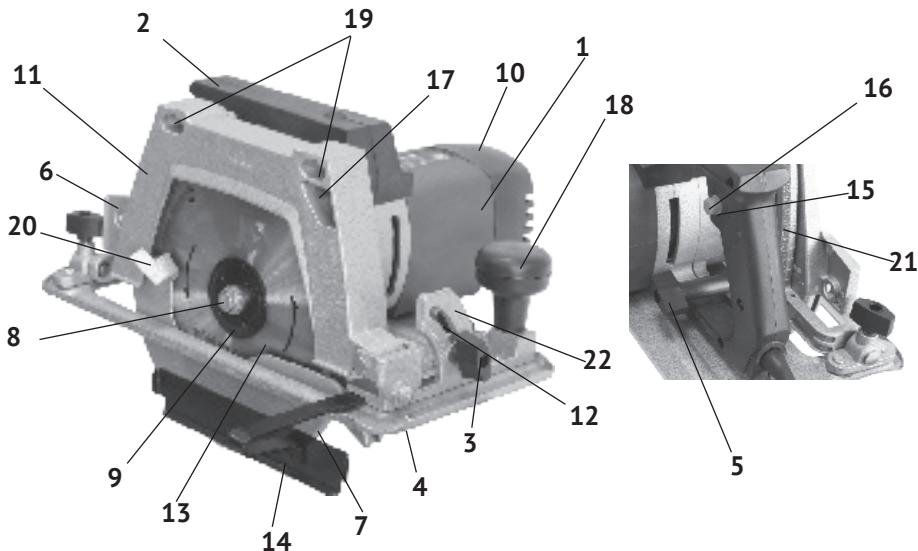

рис. 1
1.6 Общий вид пилы представлен на рис.1
1.7 Пила состоит из коллекторного двигателя в пластиковом корпусе (рис.1 поз.1) и металлического редуктора. Верхний неподвижный кожух (рис.1 поз.11) является одновременно крышкой корпуса редуктора. Крутящий момент с якоря электродвигателя, через шестерню, передаётся на шпиндель, соосный с электродвигателем. На шпиндель пилы, между опорным и зажимным (рис.1 поз.9) фланцами крепится пильный диск (рис.1 поз.13). Это основной рабочий инструмент пилы. Пила имеет функции: изменение глубины реза и поворот режущего блока (вправо) для наклонного пиления (до 45⁰).
1.8 Клавиша выключателя (рис.1 поз.15) расположена на внутренней части рукоятки (рис.1 поз.2). Включение пилы осуществляется нажатием на клавишу выключателя указательным пальцем. Слева на рукоятке находится кнопка фиксации (рис.1 поз.16) клавиши выключателя в рабочем положении.
- нажав клавишу, зафиксировать её нажатием кнопки фиксации (рис.1 поз.16) в рабочем положении; повторное нажатие на клавишу отключает пилу при этом кнопка фиксации (со щелчком) возвращается в исходное положение.
На верхнем защитном кожухе (рис.1 поз.11) стрелкой указано направление вращения диска.
- надёжность крепления деталей корпуса двигателя, рукояток, направляющей плиты (рис.1 поз.4) и отсутствие их повреждений, затяжку всех резьбовых соединений, исправность редуктора (вращение шпинделя от руки без заеданий);
- работу подвижного защитного кожуха (рис.1 поз.7);
2.2.1 Закрепить на шпиндель пильный диск (рис.1 поз.13), соответствующий обрабатываемому материалу. Для установки (замены) диска необходимо:
- открутить ключом (входит в комплект поставки) болт крепления диска (рис.1 поз.8), снять зажимной фланец (рис.1 поз.9);
- переместить вверх за рычаг (рис.1 поз.20) нижний подвижный кожух (рис.1 поз.7), снять пильный диск (при замене);
- закрепить в отверстие для выброса опилок (рис.1 поз.17), на неподвижном кожухе (рис.1 поз.11), патрубок отвода стружки (входит в комплект поставки).
- ослабить винт (рис.1 поз.5) регулировки глубины пропила;
- выставить по шкале кронштейна (рис.1 поз.21) нужную глубину пропила;
- ослабить винт (рис.1 поз.3) фиксации угла наклона режущего блока к основанию;
- подняв за рукоятку режущий блок (двигатель с диском), выставить по шкале кронштейна (рис.1 поз.22) необходимый угол пиления;
2.2.5 При необходимости отпиления заготовок строго определённой ширины, установите параллельный упор (рис.1 поз.14). Упор вставляется в прорезь (справа или слева) направляющей плиты и крепится винтом (рис.1 поз.12).
Пропил производите, подавая пилу вперёд двумя руками, используя дополнительную рукоятку (рис.1 поз.18), плотно прижимая основание (рис.1 поз.4) к обрабатываемой заготовке.
- закрепить, используя отверстия (рис.1 поз.19) в неподвижном кожухе, двумя струбцинами (из комплекта поставки) к поверхности верстака (рабочего стола);
- установить на кронштейн (рис.1 поз.6) неподвижного кожуха расклинивающий нож с закреплённым на нём пластиковым защитным кожухом (входят в комплект поставки);
- при отпиливании заготовок определённой ширины, вставить в прорезь основания параллельный упор (рис.1 поз.14) и закрепить его винтом (рис.1 поз.12) в нужном положении.
Убедившись в надёжном креплении пилы, нажмите клавишу выключателя и зафиксируйте её кнопкой (рис.1 поз.16) во включённом положении. Соблюдая все меры предосторожности, двумя руками плавно подавайте заготовку к пильному диску, прижимая её по всей длине к направляющей плите (основанию).
Внимание! Не фиксируйте нижний подвижный кожух (рис.1 поз.7) в открытом положении. Это может привести к заклиниванию диска, а также к травмам и повреждениям. Кожух будет автоматически сдвигаться при подаче заготовки.
3.2 Для замены щёток необходимо: снять крышку двигателя (рис.1 поз.10), вынуть из щёткодержателей использованные щётки и заменить их новыми. Щётки следует заменять парой для обеспечения равной степени их давления на коллектор якоря.